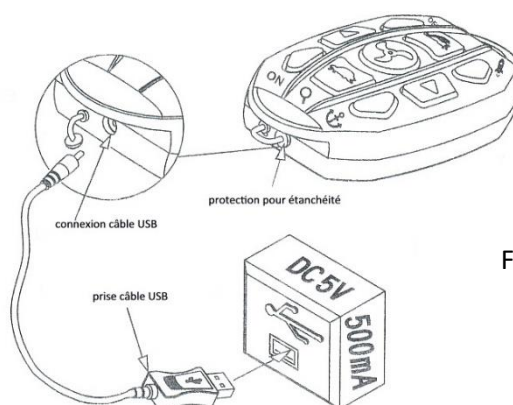

Figure 10
- retirez la protection du port USB sur la commande (figure 10) et connectez le câble sur la commande et sur une prise adaptateur chargeur secteur USB (ou un ordinateur ou un adaptateur prise USB spécial voiture (chargeur allume-cigare)). Le voyant rouge indique que la commande est en charge, le voyant vert indique que la commande est chargée. Si le voyant ne s'éclaire pas, remplacez la source de charge.
- La commande à distance a une autonomie d'environ 48 h (action continue). Il est recommandé de s'équiper d'un chargeur mobile lors de vos sorties sur l'eau (figure 10).